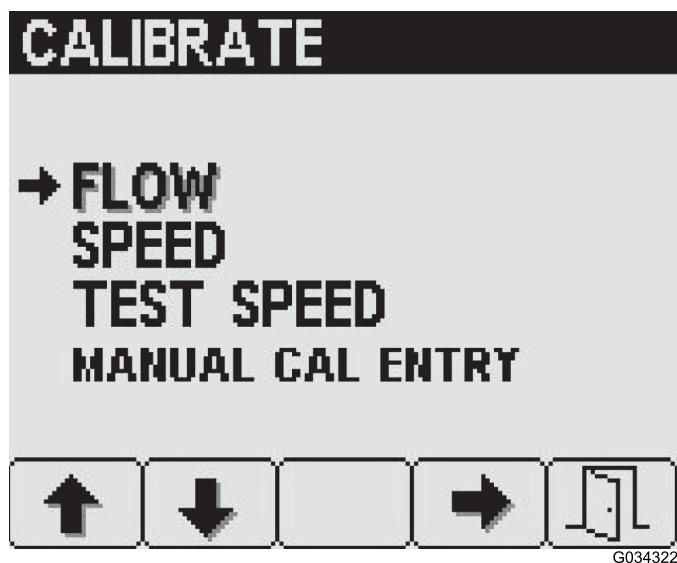

Рисунок 21
2. Для доступа к экрану Flow (Расход) выберите пункт Flow (Расход) с помощью кнопки 4 на странице Calibrate (Калибровка) (Рисунок 21).
2. Для доступа к экрану Speed (Скорость) перейдите с помощью кнопки 2 на экране Calibrate (Калибровка) к пункту Speed (Скорость) и нажмите кнопку выбора 4 (Рисунок 21).